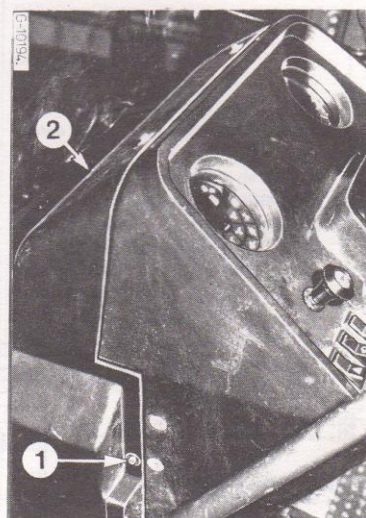

Figure 118
Le boîtier des fusibles est situé sous le couvercle (2) Fig. 118. Pour retirer le couvercle, appuyez sur les boutons (1) de chaque côté.